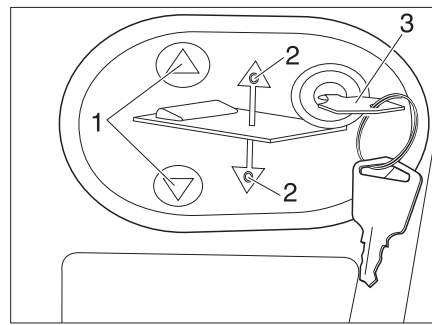

Fig. 158 Pannello di comando del letto basculante elettrico
- Inserire la chiave (Fig. 158,3) nel pannello di comando.
- Premere e tenere premuto il tasto (Fig. 158,1). Il rispettivo LED (Fig. 158,2) si accende e il letto basculante si abbassa fino alla posizione centrale; quindi si arresta.
- Premere e tenere premuto il tasto  (Fig. 158,1). Il rispettivo LED (Fig. 158,2) si accende e il letto basculante si abbassa del tutto.